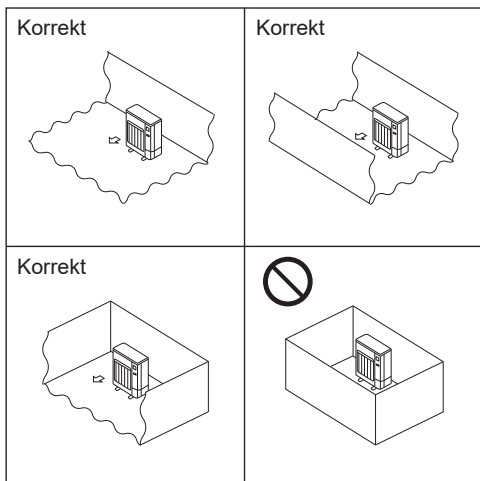

Fig. 2-2
- Ⓐ Installer udendørsenheden på et tilstrækkeligt stort område, hvor mindst én af enhedens fire sider ikke er blokeret, og hvor der ikke er fordybninger. (Fig. 2-2)